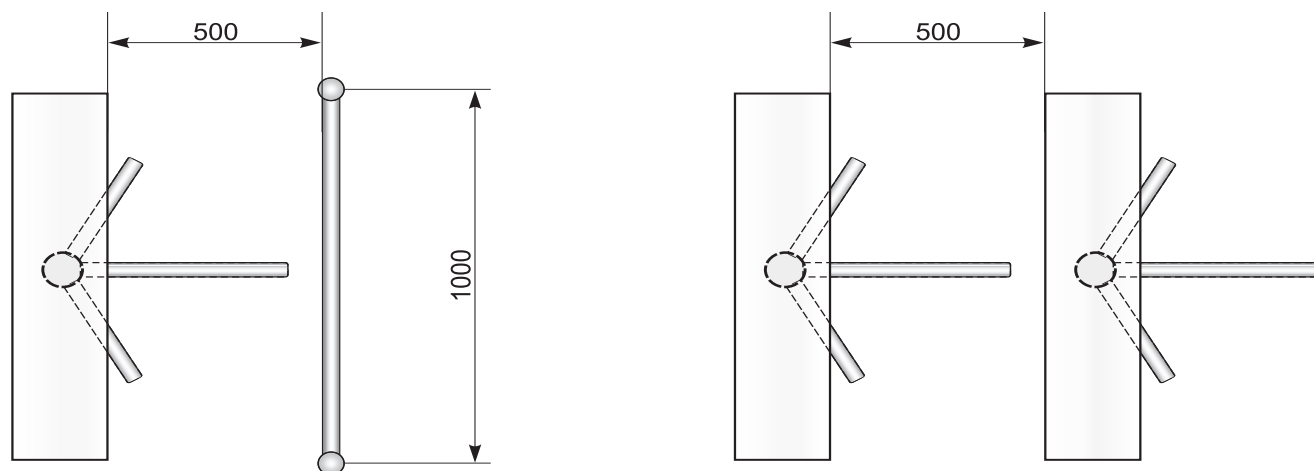

Рисунок 5. Рекомендации по организации зоны прохода
- организовать зону прохода через стойку в соответствии с рис. 5;